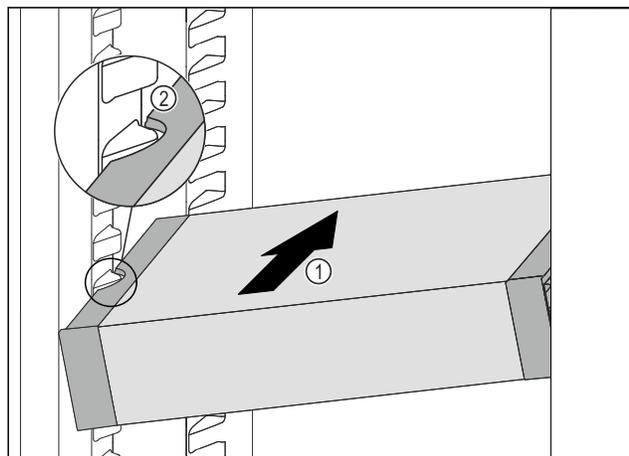

Fig. 90
► Insérer le VarioSafe en biais dans la partie réfrigérateur Fig. 90 (1) jusqu'à ce que les encoches latérales Fig. 90 (2) du VarioSafe se trouvent à la hauteur de la nervure du bac dans la partie réfrigérateur.